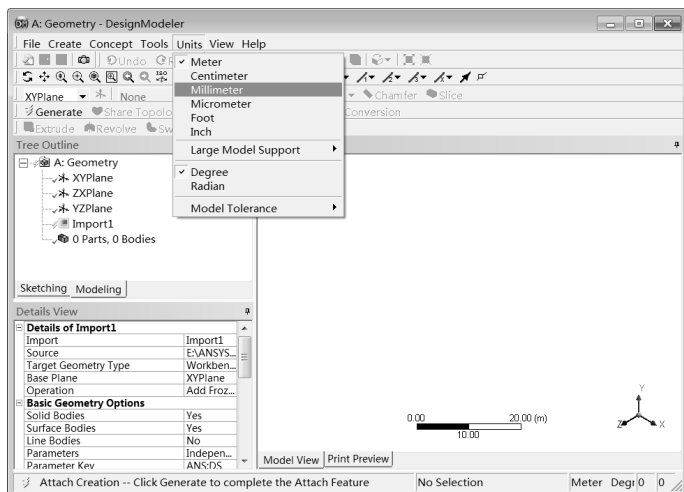

图 11-8 启动 DesignModeler
Step2 : 如图 11-8 所示，双击项目 A 中的 A2 (Geometry) 选项，启动 DesignModeler 平台，设置单位为 mm。